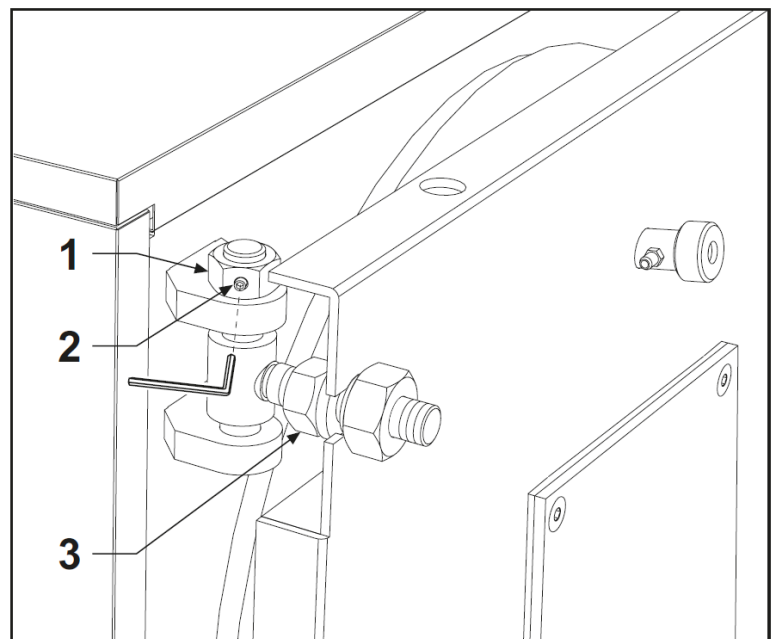

fig. 12
- La regulaci3n de la altura de la puerta se efectúa con la tuerca (pos. 1); terminada la regulaci3n, bloquear los tornillos prisioneros (pos. 2 - fig. 12).
- La regulaci3n longitudinal de la puerta se efectúa con el tornillo pos. 3 - fig. 12.